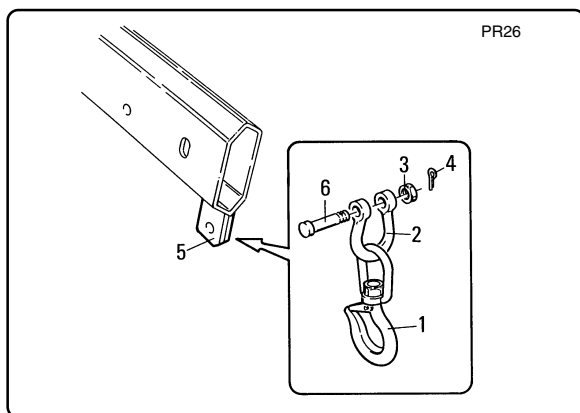

fig. 9.1.13
9.1.10.2- Montaggio del gancio sulla prolunga provvista di attacco fisso maschio (fig. 9.1.13)
9.1.10.2- Fitting the hook onto an extension with a male fixed hook fitting (fig. 9.1.13)